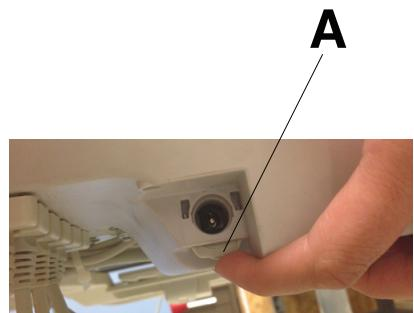

Figura 4 – Bloqueo o desbloqueo del cable de la batería
2. Localice la caja de control (Figura 4).
4. Presione el seguro del cable de la batería para bloquear el cable de la batería en el interior de la caja de control (A) (Figura 4).
3. Desbloquee el cable de control de la batería de la caja de control (A) (Figura 4).